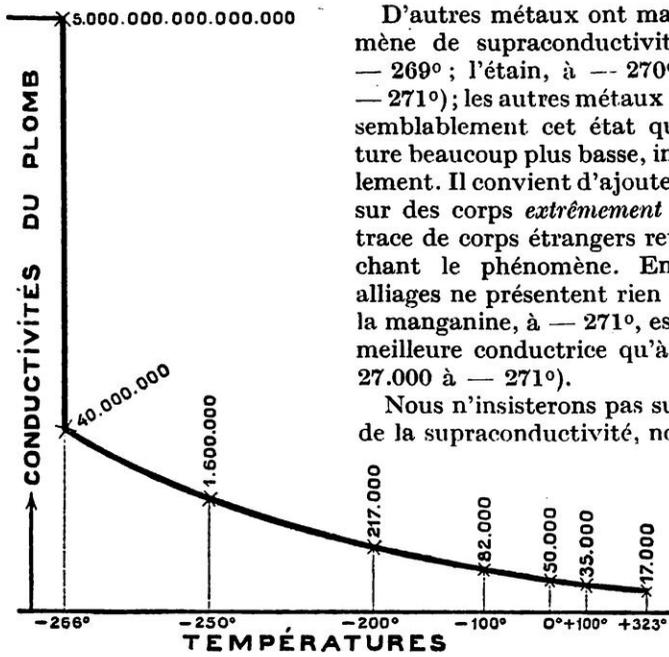

FIG. 2. — VARIATION DE LA CONDUCTIVITÉ ÉLECTRIQUE DU PLOMB ENTRE SA TEMPÉRATURE DE FUSION (+ 323°) ET SA TEMPÉRATURE DE SUPRACONDUCTIVITÉ (— 266°)
Ces différents résultats sont portés sur la figure 2, avec des échelles convenables (1); le graphique montre qu'aux très basses températures, le plomb devient de plus en plus conducteur. Ainsi, un peu au-dessus de — 266° C., il conduit *mille fois mieux* l'électricité qu'à zéro degré centésimal; ou, si l'on veut, le même courant électrique, dans le même fil, dégage mille fois plus de chaleur à 0° C.